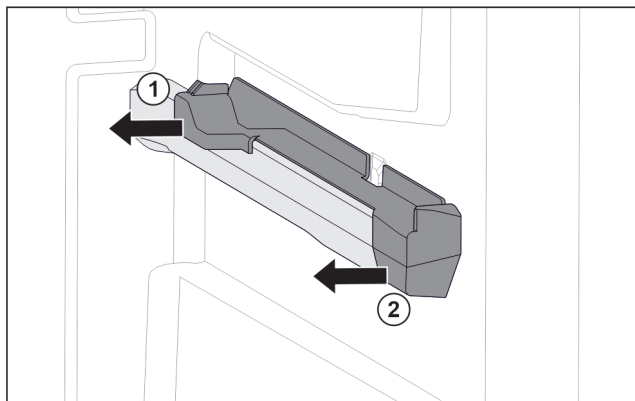

Fig. 118 Вставная часть на правом контейнерном ребре
- Отодвиньте вставную часть сзади в сторону. Fig. 118 (1)
- Отодвиньте вставную часть спереди в сторону. Fig. 118 (2)